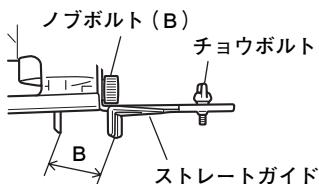

図 14
- (1) ストレートガイドはノブボルト(B)によってベースに取付け、固定します。
- (2) ビットからストレートガイド面までの寸法Bはチョウボルトをゆるめ、ストレートガイドを移動させて調整してください。(図 14)